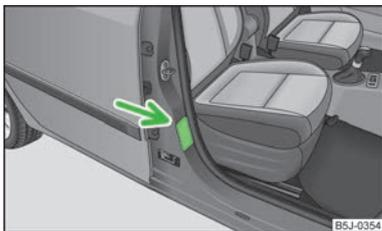

Fig. 104
- Este hecho lo indica también el adhesivo que se encuentra en la columna B en el lado del acompañante » fig. 104 o en el parasol del acompañante.